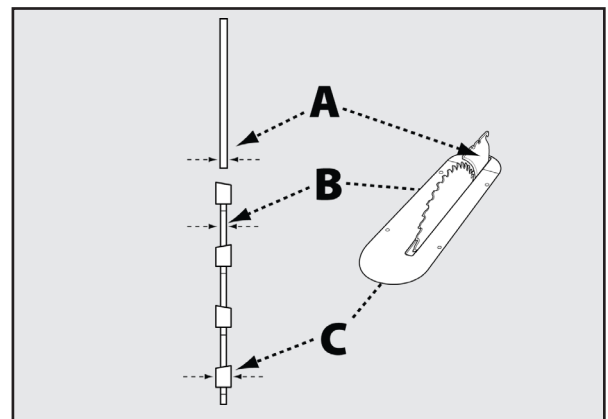

FIGURA 22
**NOTA:** Los dispositivos de seguridad, el ensamble de guarda para hoja y ensamble de anti contragolpe se han quitado en la Figura 22 para poder mostrar el lugar de características específicas. Al operar la sierra, estos dispositivos de seguridad deben estar instalados y funcionando correctamente.